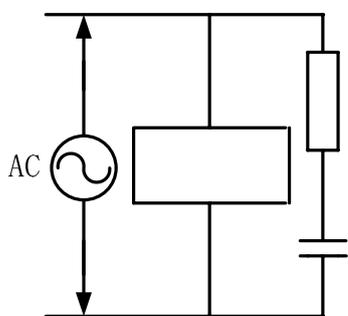
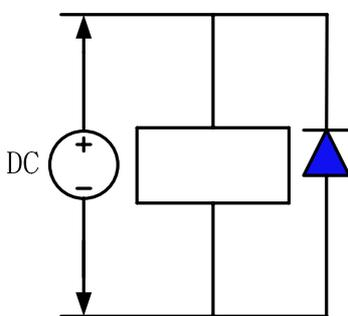
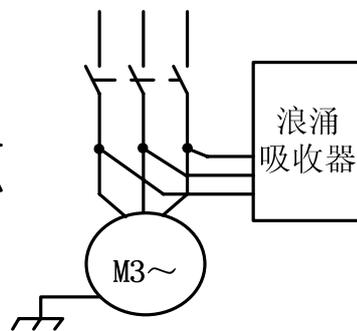

图 1-16-1
图 1-16-2
图 1-16-3
① CNC 要远离产生干扰的设备（如变频器、交流接触器、静电发生器、高压发生器以及动力线路的分段装置等）
② 要通过隔离变压器给 CNC 供电，安装 CNC 的机床必须接地，CNC 和驱动单元必须从接地点连接独立的接地线
③ 抑制干扰：在交流线圈两端并联 RC 回路(如图 1-16-1)，RC 回路安装时要尽可能靠近感性负载；在直流线圈的两端反向并联续流二极管（如图 1-16-2）；在交流电机的绕组端并接浪涌吸收器（如图 1-16-3）